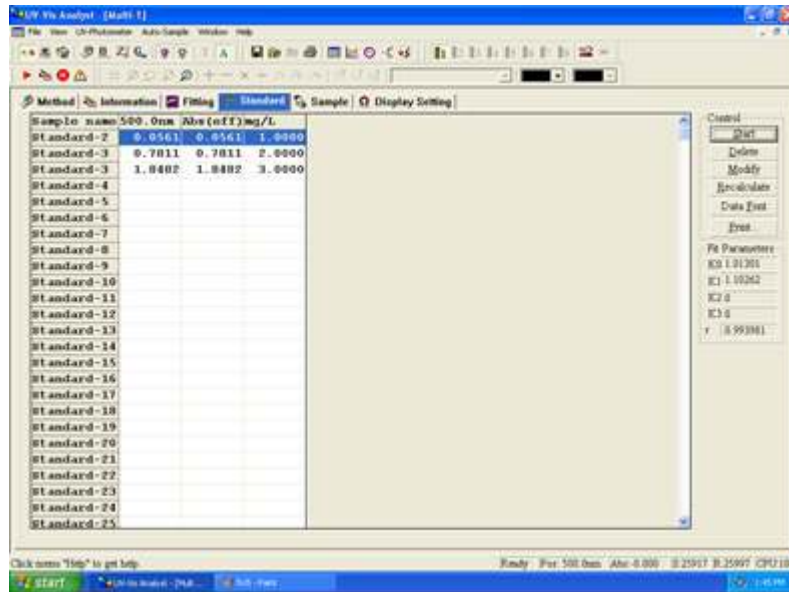

図. 4-4
- (2) **Standard** タブをクリックする。
- (3) ブランクを測定します。
- (4) サンプルを測定します。
- (5) **Conc.** ボックスに標準 1 の濃度値を入力します。
- (6) **Name** ボックスに標準のサンプル名を入力します。
- (7) **OK** をクリックします。計測データ、 ΔA と濃度が表示されます。
- (8) 全ての標準について上記の (4) -(7) を繰り返します。(図. 4-4)